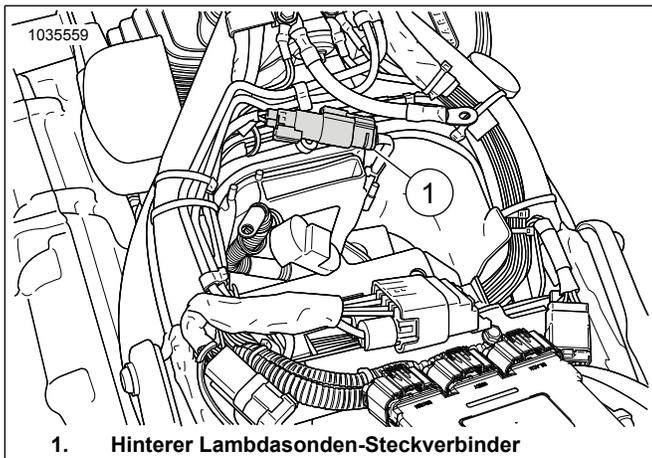

Abbildung 31. Position der hinteren Lambdasonde
Siehe Abbildung 31. Die Steckverbinder der hinteren Lambdasonde (1) vom Hauptkabelbaum abziehen.
Siehe Abbildung 31. Den Steckverbinder des schwarzen Kabelbaums zum Hauptkabelbaum führen. Die Farben der Steckverbinder müssen übereinstimmen: Schwarz mit schwarz verbinden.